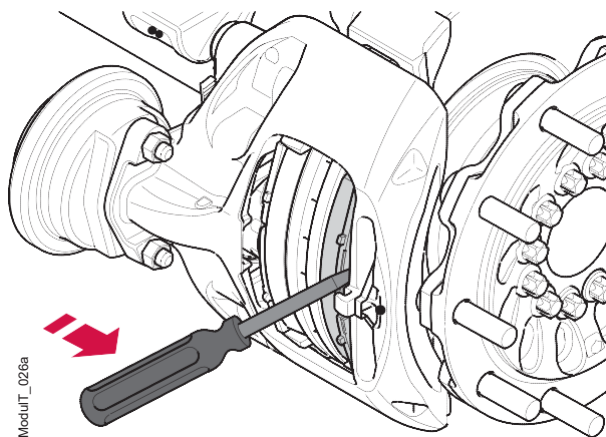

Figura 16. Localização correta da chave de fenda.
1. Coloque uma chave de fenda plana entre a pastilha de freio externa e a pinça de freio, e puxe a pinça de freio para mover a folga para a área de medição de um lado. Consulte a figura 16. Remova a chave de fenda e pressione firmemente as pastilhas de freio contra o suporte.